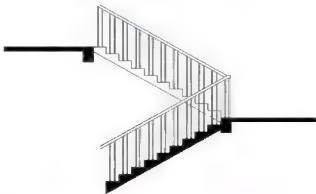

图 4.114 绘制栏杆并填充剖切梯段
(6) 绘制栏杆, 填充剖切梯段, 结果如图 4.114 所示。